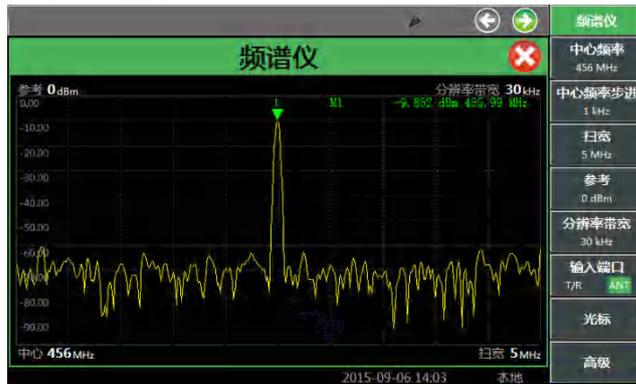

图 4-11 频谱仪显示窗口
- 打开窗口：按【测量】硬键通过整机菜单设置打开频谱仪窗口。按屏幕下方【全屏】硬键可最大化显示如图 4-11 所示：
- 调用菜单：点击触摸屏，选中频谱仪为当前活动窗口，相应菜单会在窗口右侧显示，如图 4-11 测量设置：